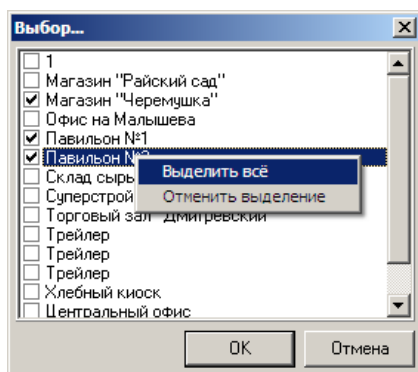

Рис. 66. Выбор складов
- В поле «Установить на складах» можно выбрать склады, на которых хотите установить такие же цены на эту модель товара. Для этого нажмите на кнопку в этом поле и в открывшемся окне «Выбор...» отметьте галочками интересующие склады (рис. 66). По правой кнопке мыши вызывается всплывающее меню, которое позволяет сразу отметить все склады или снять выделение.